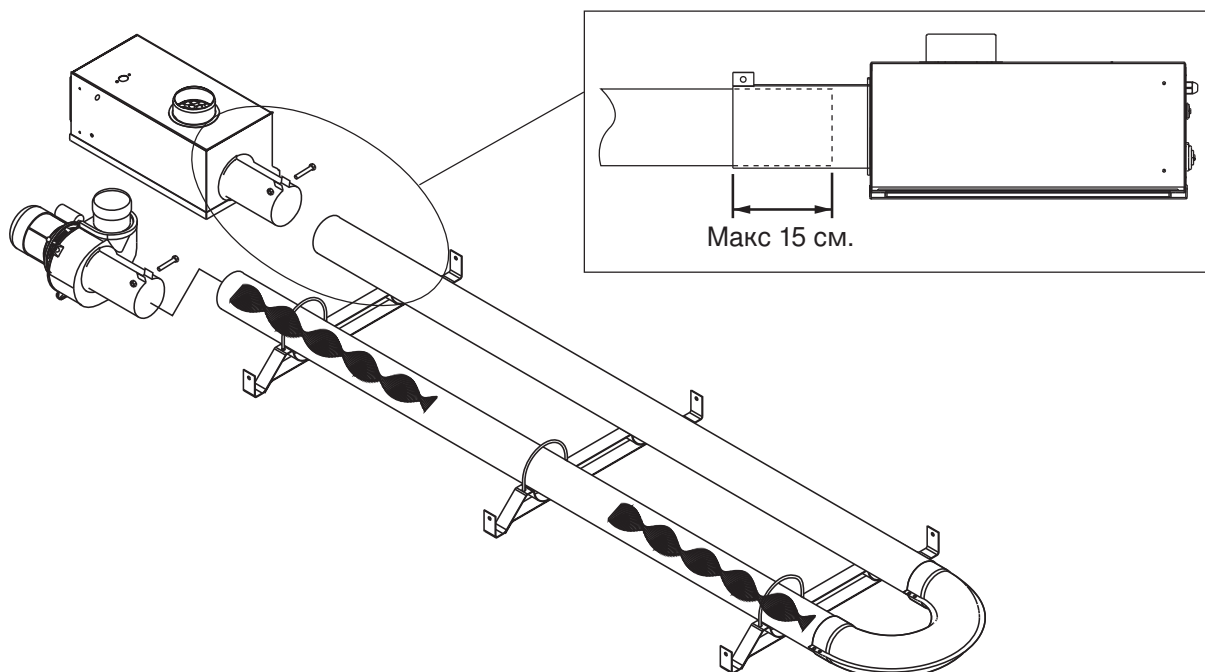

Рис. 4.5
- 4) Наденьте на обратную трубу дымосос. Закрепите, используя прилагаемые винты, как указано на рис. 4.5.